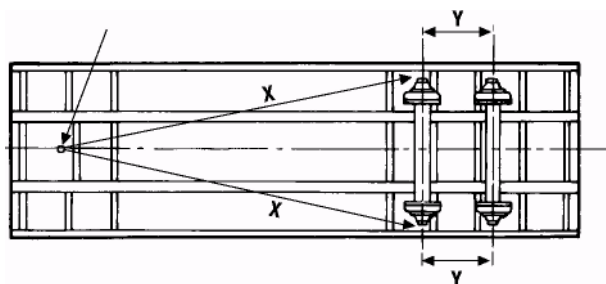

Рис. 11
- (i) Приварить рессорные подушки к оси по месту, согласно размеченным центрам. Центры смотри на рис. 11 и в разделе «Участок оси» в описании порядка приварки балки оси.
Выверка начинается с измерения расстояния от центра шкворня поворотного круга до наружного центра передней оси. Поворотом винта крепления нижнего рычага добиться равенства расстояний X – X с разницей не более 1,5 мм. Затянуть зажимные болты с рекомендуемым усилием. Затем производится регулировка на задней оси аналогично операциям, выполненным на передней оси до равенства расстояний Y – Y с разницей не более 3 мм (рис. 11). Затянуть зажимные болты.